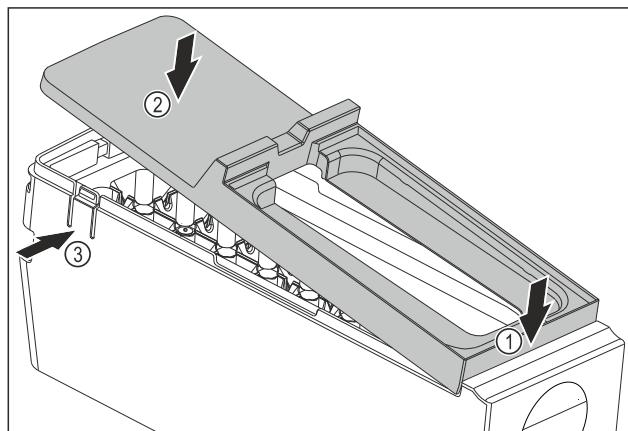

Fig. 215
- ▶ Monter le couvercle du corps de l'EasyTwist-Ice : Placer le couvercle à l'avant. Fig. 215 (1)
- ▶ Abaisser le couvercle à l'arrière. Fig. 215 (2)
- ▷ L'enclenchement du couvercle dans les deux languettes Fig. 215 (3) se fait entendre.